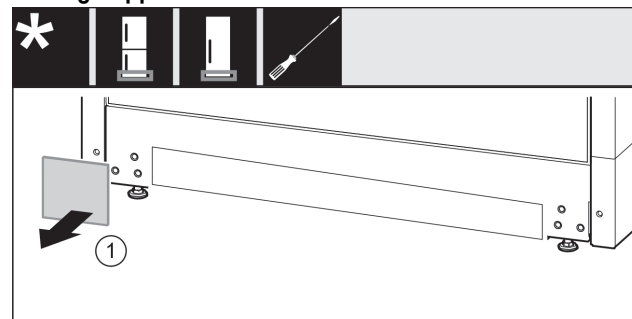

Fig. 47
- ▶ Rimuovere la copertura Fig. 47 (1).